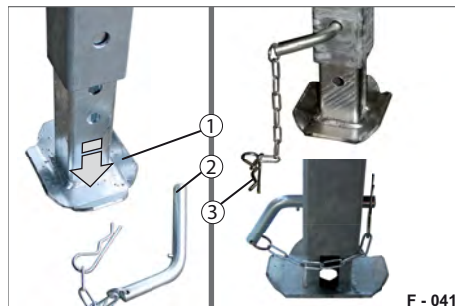

Abb. 64 Stellfuß verstellen
- ▶ Ziehen Sie den Federstecker (Abb. 64/3) aus dem Steckbolzen (Abb. 64/2) heraus.
- ▶ Ziehen Sie den Steckbolzen (Abb. 64/2) heraus.
- ▶ Verstellen Sie den Stellfuß (Abb. 64/1) soweit nach unten bis dieser noch in weiterer Bohrung arretiert werden kann.
- ▶ Stellen Sie den Stellfuß (Abb. 64/1) hoch und sichern Sie diesen mit dem Steckbolzen (Abb. 64/2) und Federstecker (Abb. 64/3).